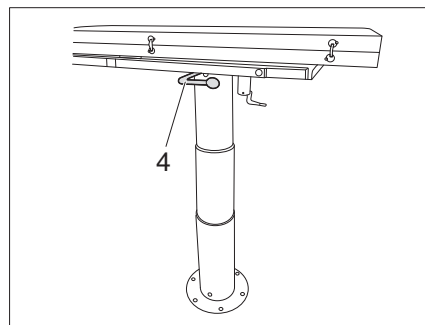

Fig. 124 Mesa plegable, abatible
- Soltar la palanca (Fig. 124,4) para bajar la mesa y presionar la mesa hacia abajo.